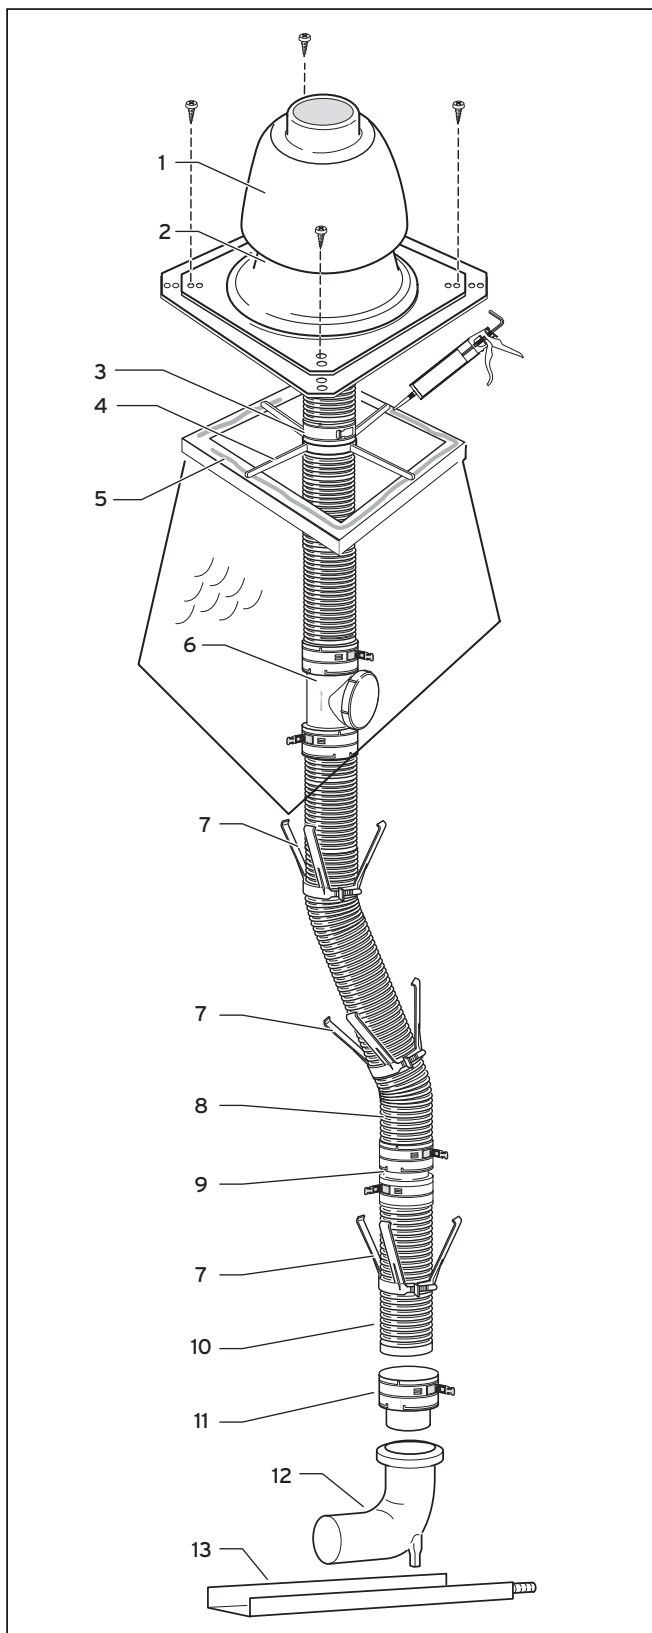

Рис. 6.36 Системная конструкция гибкого выпускного газопровода
- Надвиньте нижний конец выпускного газопровода (10) до упора во вставной элемент (11) и закрепите его защелкивающимися запорами.
- Монтируйте распорки (7, см. рис. 6.36) на расстоянии максимум 2 м на выпускном газопроводе.
- Передвиньте монтажный крест (4) через выпускной газопровод (8) на стенку шахты, см. рис. 6.36.
- Передвиньте соединительное кольцо (3) через выпускной газопровод (8) и зафиксируйте его защелкивающимися запорами над монтажным крестом (4). Выпускной газопровод висит в монтажном кресте.
- Загерметизируйте край устья (5) силиконом.
- Закрепите основание шахтной насадки (2, рис. 6.36) четырьмя болтами на краю устья.